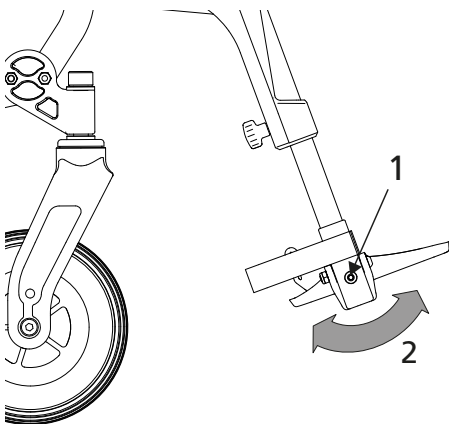

fig.21
1. la vite (1, fig. 21) di alcuni giri. Ora è possibile regolare l'inclinazione dei poggiatesta (2, fig. 21).
2. A seguire stringere nuovamente la vite (1).